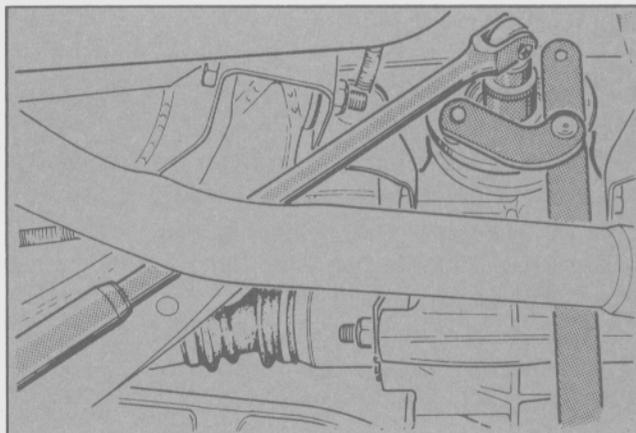

Fig. 64 - Ajuste de la tuerca de sujeción de la brida.
- Colocar la brida del piñón. Mantener la misma con la herramienta especial T81A-4851-BAS y ajustar la tuerca de sujeción al torque indicado en la Sección Especificaciones (Fig. 64).